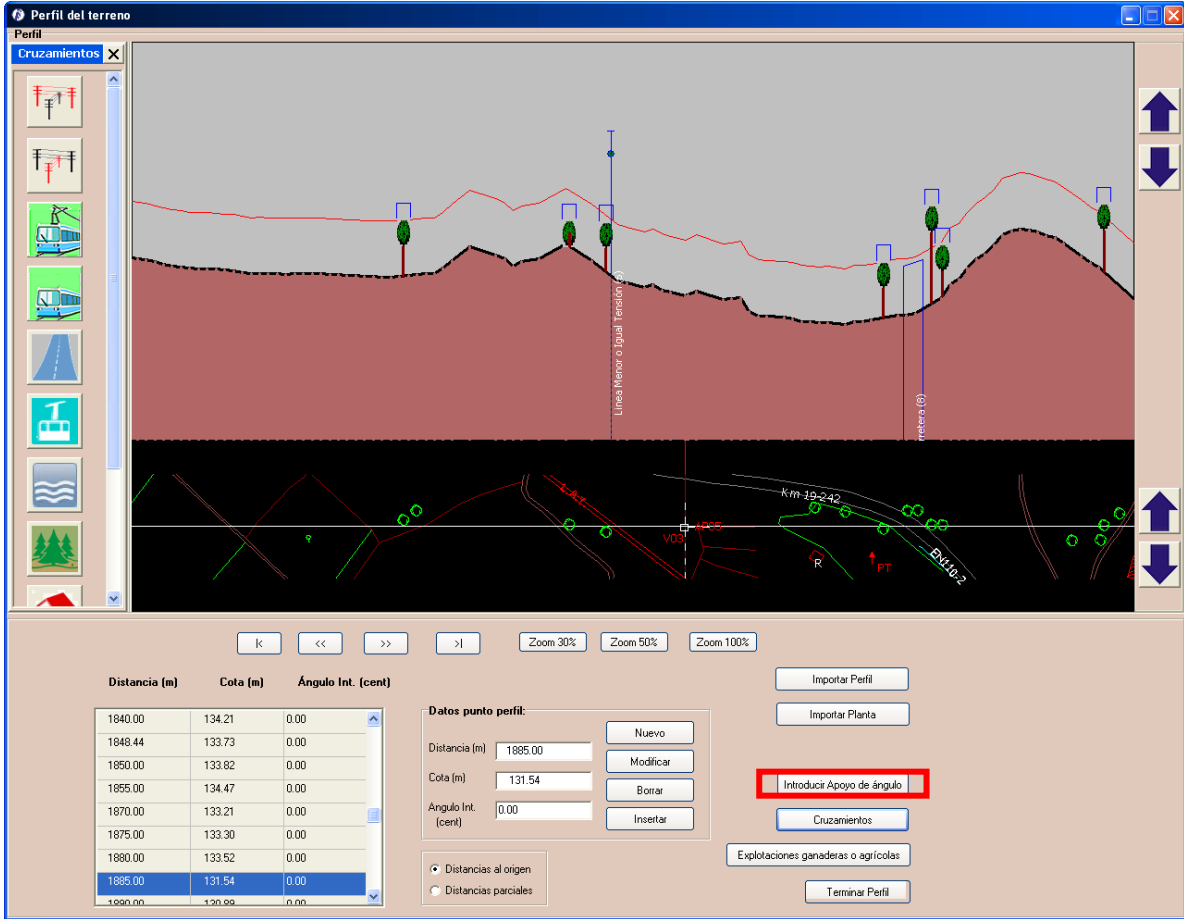

Figura 5.37. Introducir apoyo de ángulo
- **Introducir apoyos de ángulo (Figura 5.37).** Ya se ha visto cómo introducir un punto en el terreno con un ángulo (normalmente quiere decir que en ese punto pondremos un apoyo de ángulo), pero otra forma de hacerlo es pinchando en el botón *Introducir Apoyo de ángulo*, apareciendo una ventana (Figura 5.37) que registra todos los puntos donde se consideró que hay ángulos y es aquí donde podemos añadir otros pinchando con el ratón sobre el perfil exactamente en el